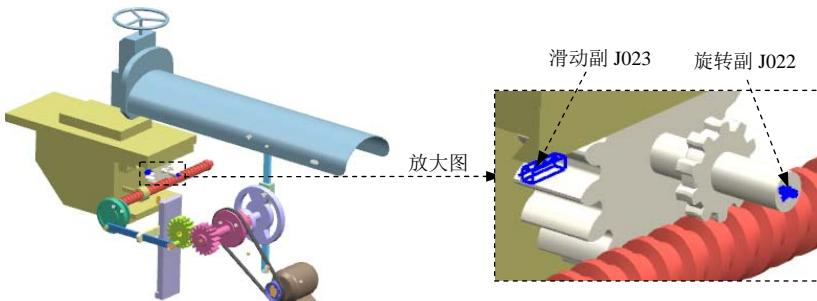

图 10.9.31 定义“齿轮齿条副”
(1) 选择命令。选择下拉菜单 **插入(S)** → **传动副(E)** → **齿轮齿条副(G)...** 命令, 系统弹出“齿轮齿条副”对话框。
(2) 选择运动副驱动。单击“齿轮齿条副”对话框中的 **第一个运动副** 区域下 **\*选择运动副(O)** 按钮, 在运动导航器中选取滑动副 J023, 此时图 10.9.31 所示的滑动副 J023 加亮显示; 单击 **第二运动副传动** 区域下 **\*选择运动副(O)** 按钮, 在运动导航器中选取旋转副 J022, 此时图 10.9.31 所示的旋转副 J022 加亮显示; 在 **设置** 区域 **比率(销半径)** 后的文本框中输入值 120, 其余参数接受系统默认设置。
(3) 单击 **确定** 按钮, 完成“齿轮齿条副”的定义。